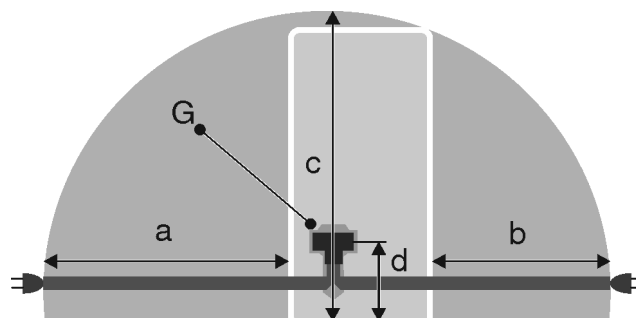

Fig. 55 Køle-/frysekombination/fryseapparater/BioFresh-apparater i fuld størrelse\*
- Stikdåsen ligger ikke bag apparatet men i områderne a eller b *Fig. 55 (a, b, c)*.
- ▶ Sæt apparatstikket *Fig. 55 (G)* i på apparatets bagside. Sørg for, at det går rigtig i hak.